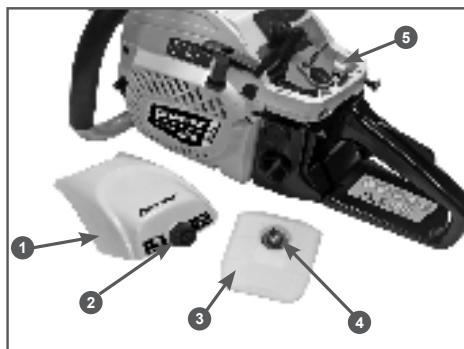

Рис. 21 Обслуживание воздушного фильтра
1. Открутите гайку 2 и снимите крышку 1 воздушного фильтра (Рис. 21).
2. Открутите гайку 4 и извлеките из корпуса фильтрующий элемент 3 (Рис. 21).
5. Очистите от загрязнений крышку и корпус 5 воздушного фильтра (Рис. 21). При очистке не допускайте попадания мусора в воздуховод.
1. Открутите барабашковую гайку 2 и снимите крышку воздушного фильтра 1 (Рис. 21).
2. Снимите фильтрующий элемент 4 с корпуса 5 (Рис. 21).